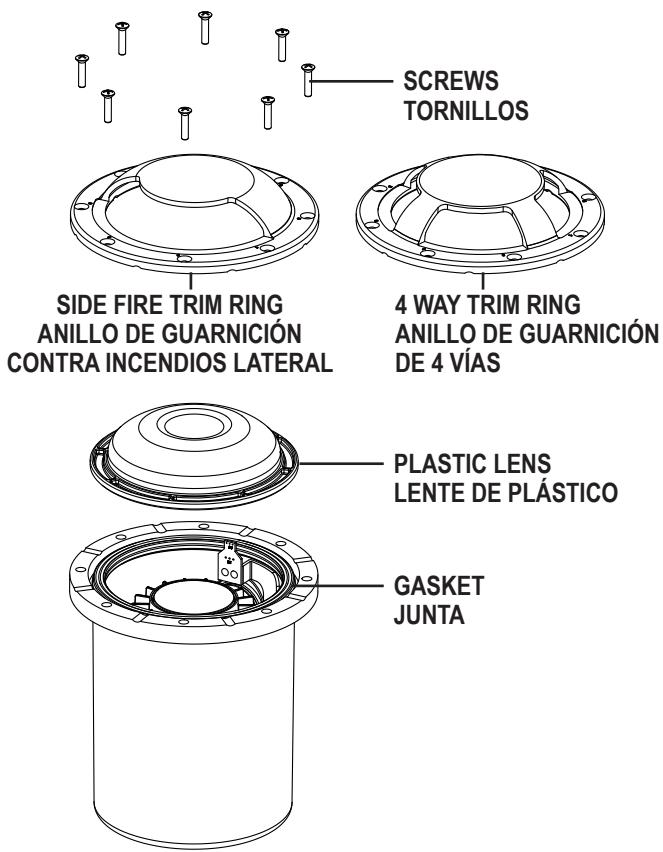

Fig. 2
- Coloque la lente de plástico en el artefacto sobre el anillo de la junta. A continuación, coloque el anillo de guarnición contra incendios lateral o el anillo de guarnición de 4 vías sobre la lente de plástico y fíjelo a la unidad utilizando los tornillos que se quitaron anteriormente. Se debe tener cuidado para evitar que la suciedad, el abono y los residuos se acumulen en la lente, la junta o las superficies de contacto de la carcasa (ver la Fig. 2).